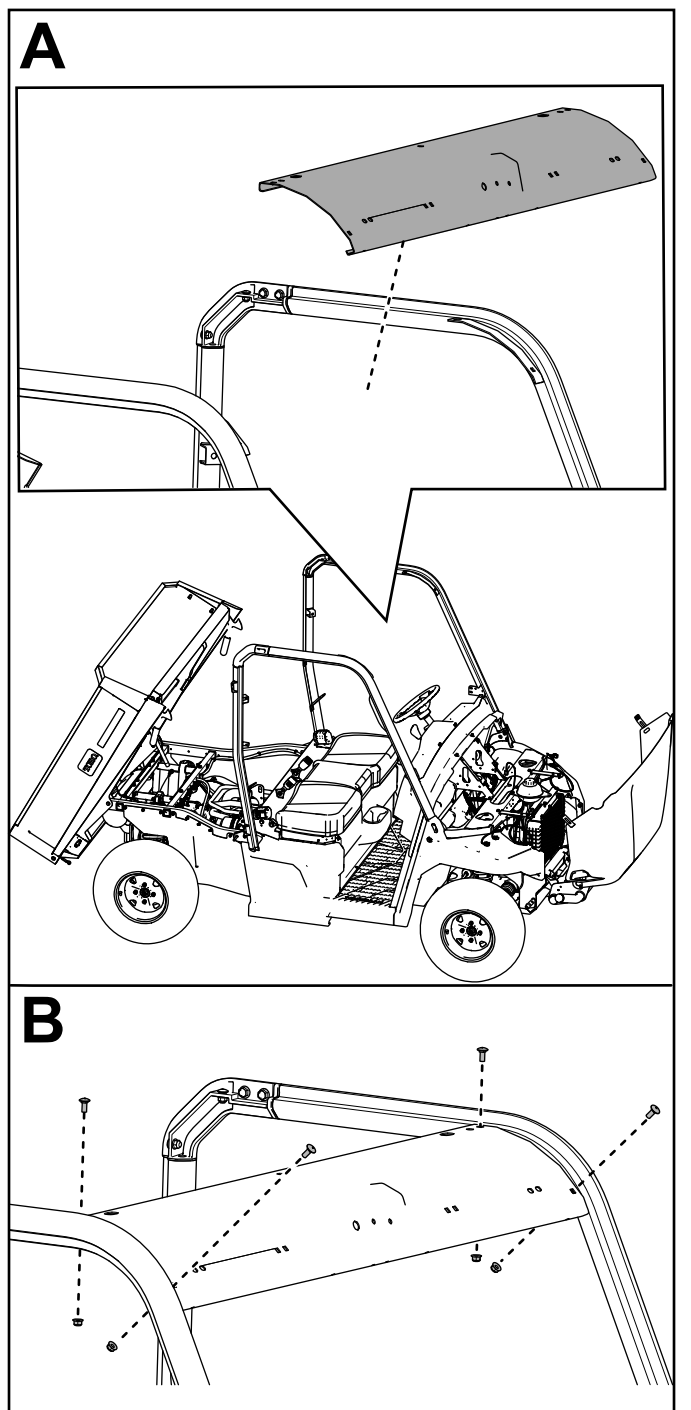

Figura 16
11. Sujete el travesaño delantero a los conjuntos delanteros de la barra antivuelco con 4 pernos de cuello cuadrado (5/16" x 3/4") y 4 contratuercas (5/16"), como se muestra en la Figura 16.